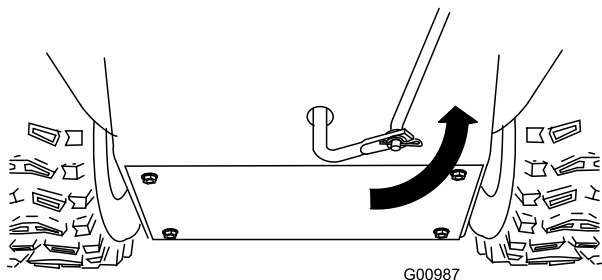

Рисунок 13
- Поверните нижнее коромысло полностью вверх (против часовой стрелки) (Рисунок 13).